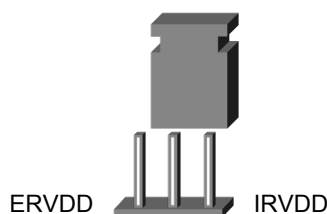

図 4 RVDD 選択ジャンパソケット (J1) 設定
- RVDD は、SDCB3 内部で生成する電源、または外部 RVDD 入力端子から供給する電源を RVDD 選択ジャンパソケット (J1) で選択します。RVDD 選択ジャンパソケット (J1) の設定について表 5、図 4 に示します。